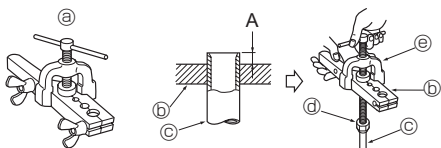

Fig. 5-6
5.2.4. Spajanje cevi (Fig. 5-6)